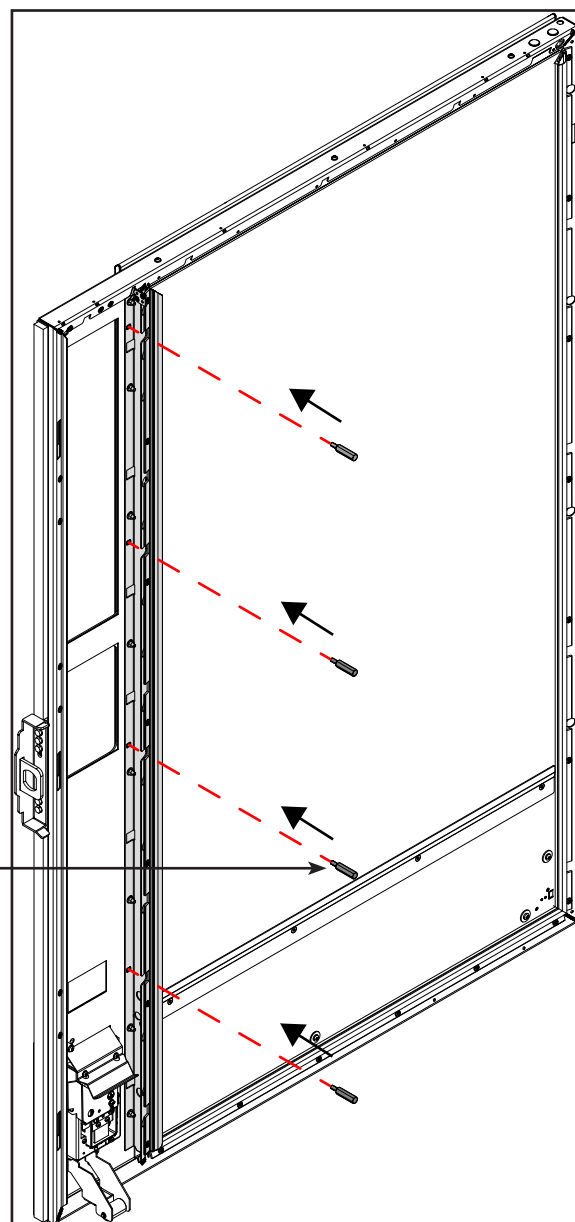

Fig. 35
2. Poser la protection antichoc à l'aide des 4 boulons filetés hexagonaux de 10 mm (fig. 35).